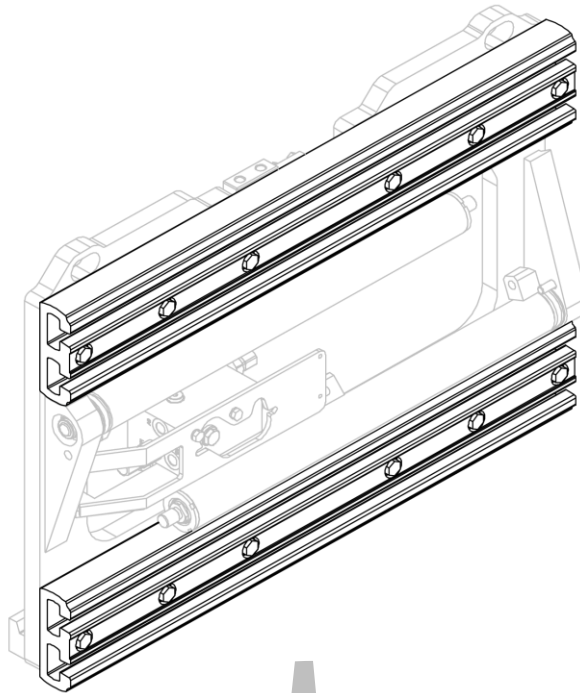
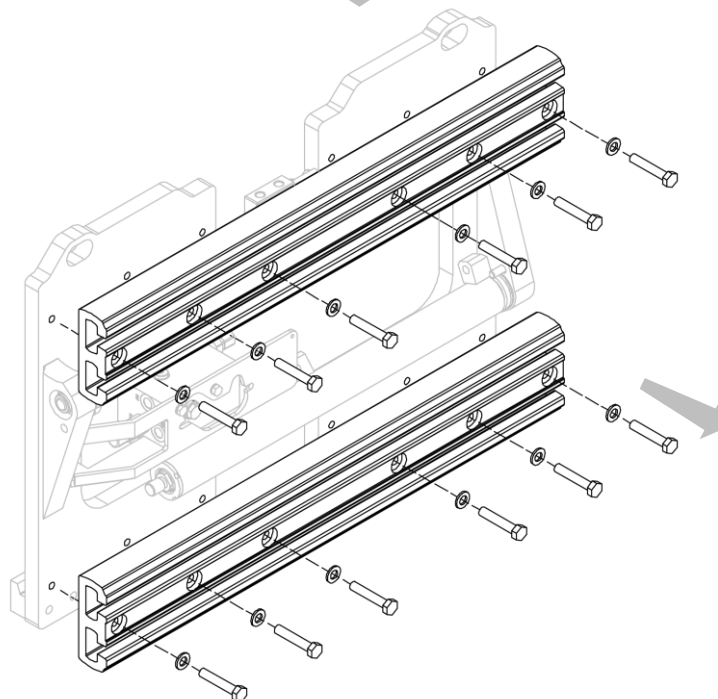

Abbildung 34
Abbildung 35
2. Schrauben Sie die Aluminiumprofile, eines nach dem anderen, ab und nehmen Sie sie ab (siehe *Abbildung 34* und *Abbildung 35*).